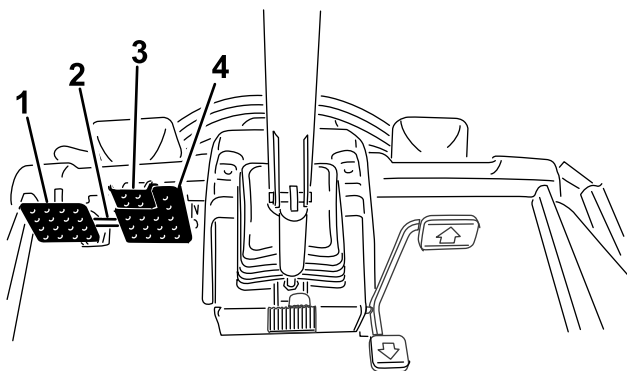

Figura 30
- Deconectați elementul de blocare a pedalei (Figura 30).